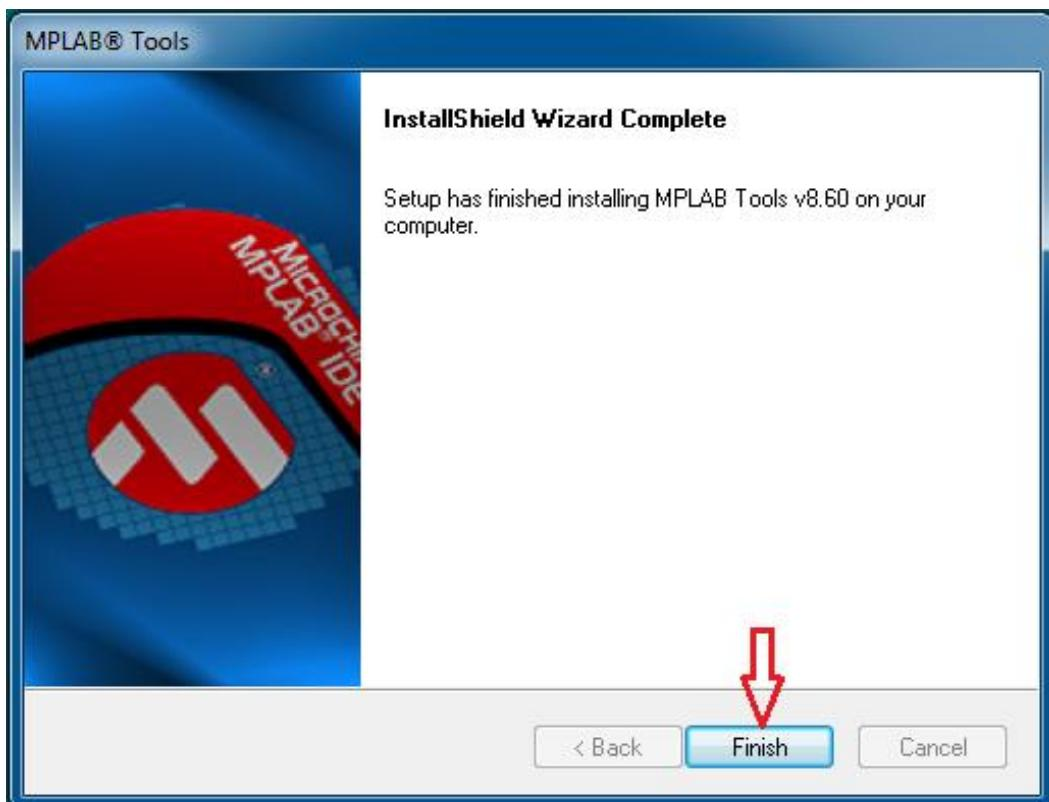

Figura 3.8 - Finalização da instalação.
- 9) A Figura 3.8 traz uma tela informativa que indica que o processo de instalação foi concluído com sucesso. Clique em “Finish” para fechá-la.